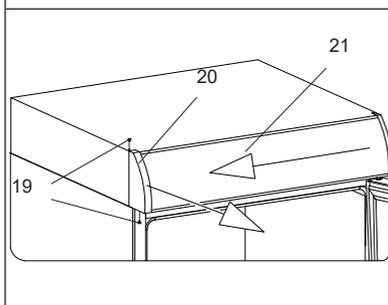

Рисунок 10
1. Крестовой отверткой выкрутите винты 19 левой боковины 20, снимите левую боковину 20 и извлеките экран 21 (см. рис. 10).
5. Установите левую боковину в канале 20. Установите дверь и верхнюю петлю 4 на противоположную сторону. Для установки экрана 21, необходимо снять правую боковину (аналогично рис. 10).